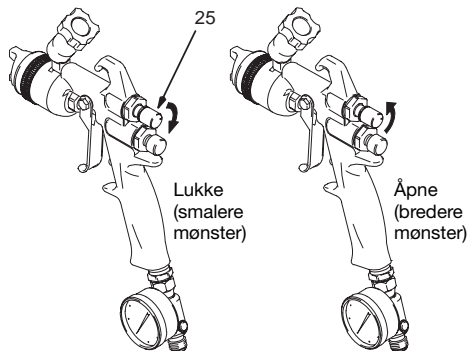

Fig. 11
Roter lufthetten for å oppnå den ønskede retningen på sprøytemønsteret. For å få et rundt mønster slå mønsterluften av ved å dreie mønsterjusteringskventilen (25) helt rundt med solen. Se fig.11.